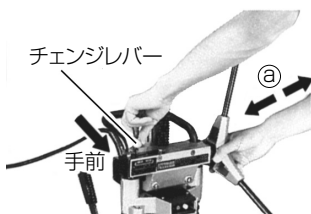

図 32
- (1) チェンジレバーを手前に引き、セットプレートの溝 (図 34) からはずし、ハンドルボスを手で矢印 ㊸ 方向に移動させます。(図 32)